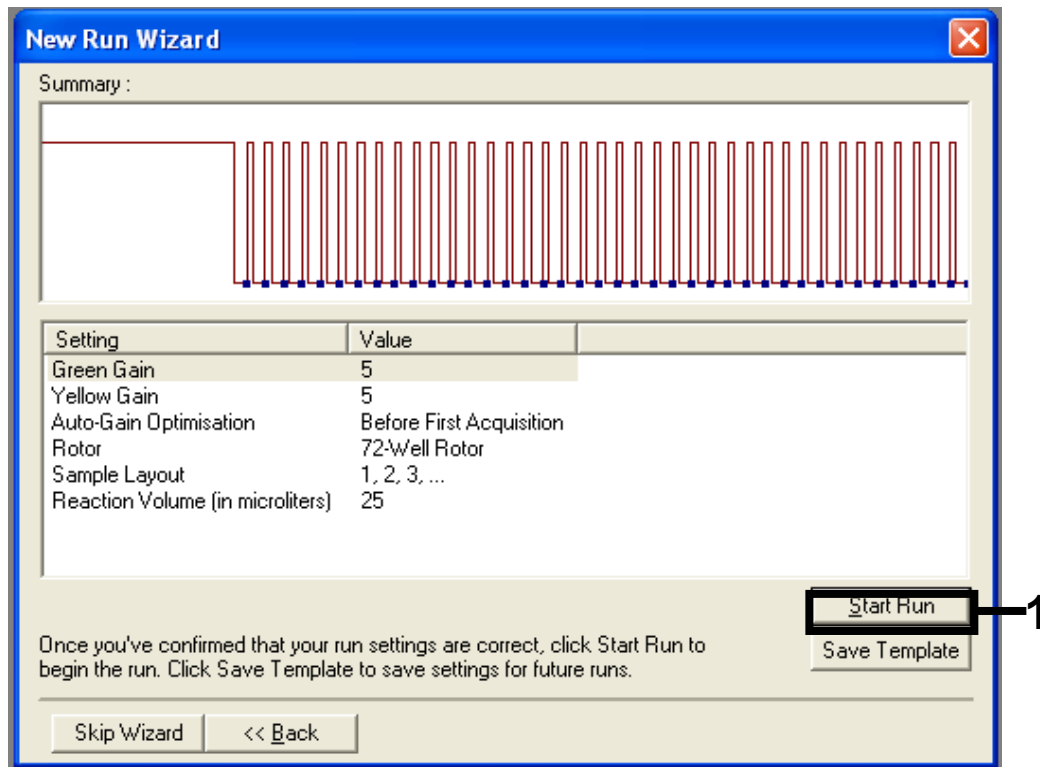

Abbildung 13. Starten des Laufs
| Starten des Laufs | Abbildung 13 |
17. Überprüfen Sie den Bereich unter „Summary“ (Zusammenfassung) und klicken Sie auf „Start Run“ (Lauf starten), um die Laufdatei zu speichern und den Lauf zu starten (siehe Abbildung 13).